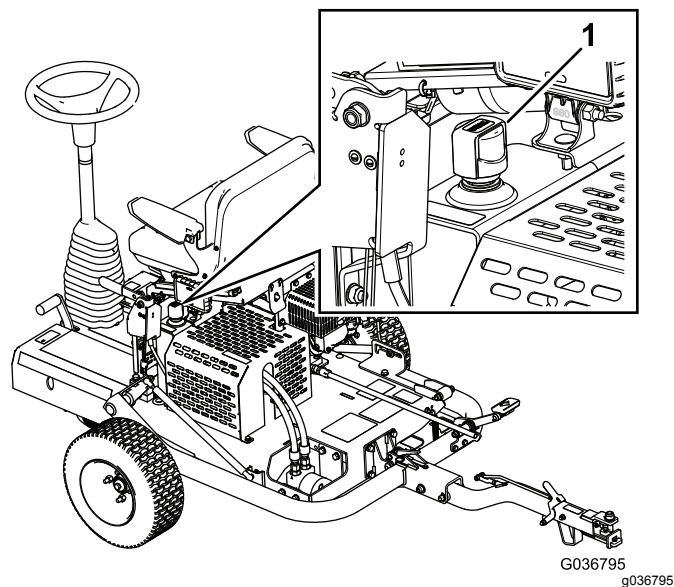

Рисунок 20
3. Снимите крышку гидравлического бака и проверьте уровень гидравлической жидкости с помощью щупа (**Рисунок 20**).